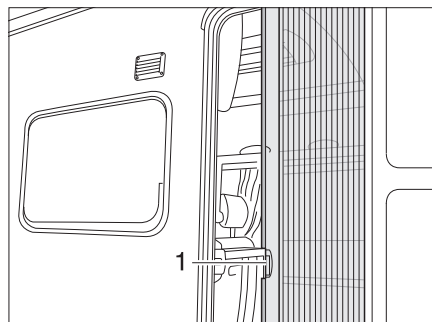

Fig. 47 Protección contra insectos
**Abrir:** ■ Extraer completo la protección contra insectos mediante el tirador (Fig. 47,1).
**Cerrar:** ■ Regresar la protección contra insectos mediante el tirador (Fig. 47,1).